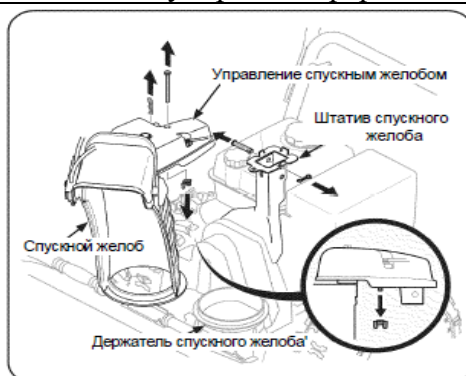

Рис. 2
2. Отвинтите барашковую гайку и извлеките шестигранный болт с центральной части управления желобом, а также штифт с головкой и отверстием под шплинт и сам шплинт – с кронштейна, поддерживающего желоб. (См. Рис. 2).